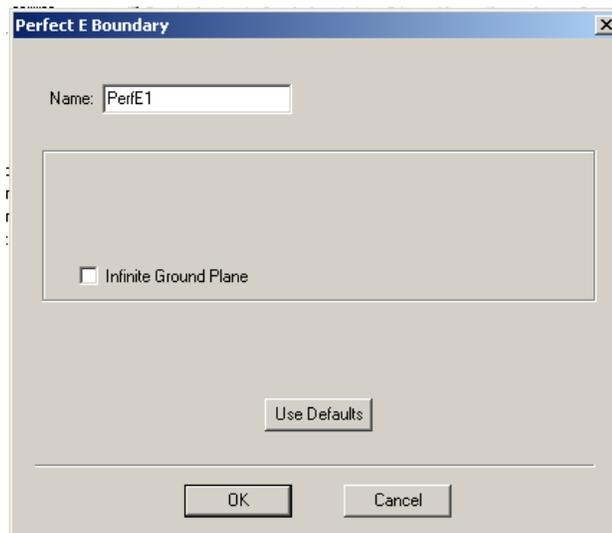

Рис. 5.1. Назначение на поверхность или объект идеальной электрической границы
2. Нажмите **HFSS>Boundaries>Assign>Perfect E**. Появляется окно **Perfect E Boundary** (рис. 5.1).